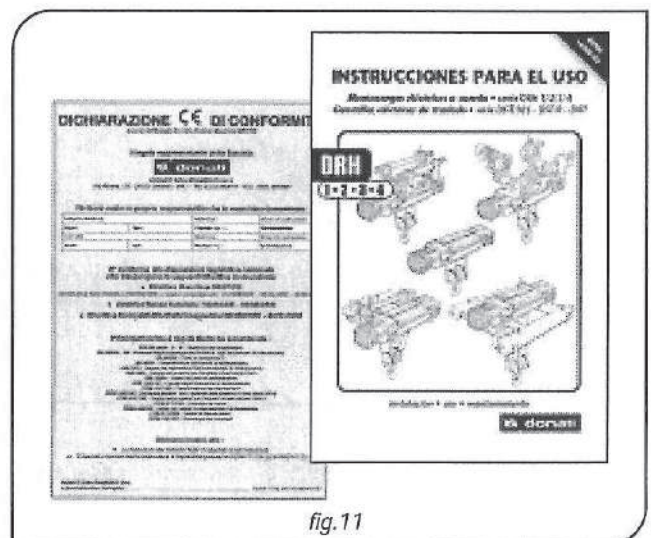

fig.11
- La documentación técnico/legal del montacargas comprenda (fig. 11)